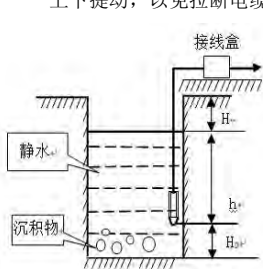
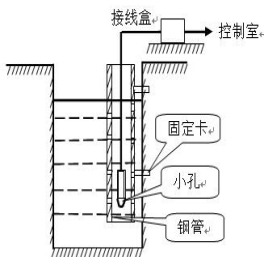

图 2
图 3
- 在水池中的安装方法见图 2。为防止水泵打水时的冲击力抖动变送器和损坏变送器，变送器应远离液体出入口安放。否则应采用图 3 所示的方法，用钢管保护。
- 在深井中的安装见图 3，一般用插钢管的方法。要求钢管不能打弯，内径必须大于变送器的外径，在钢管的不同高度上打若干小孔，方便水通畅进入管内。必要时，可在变送器上缠绕钢丝，用钢丝上下提动，以免拉断电缆线。